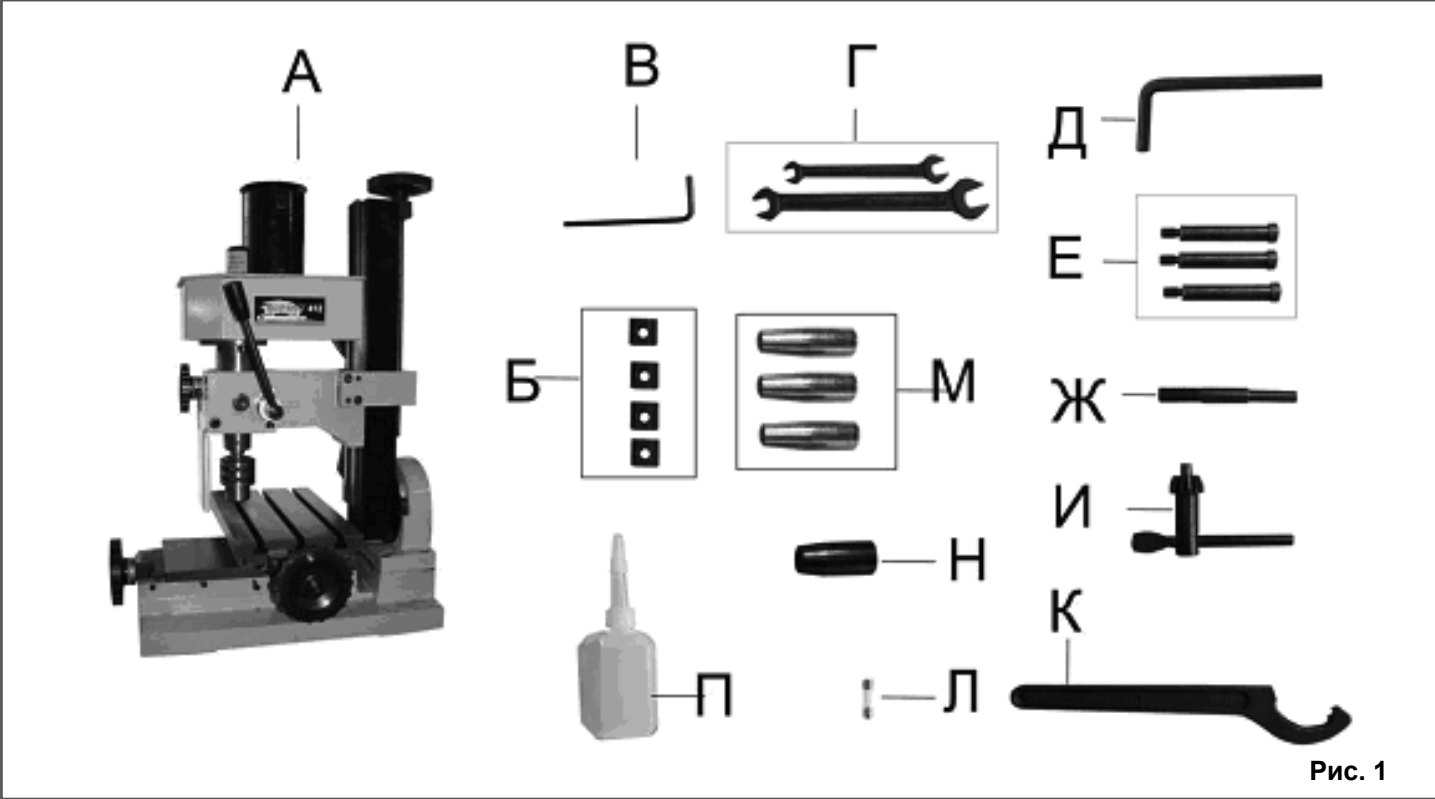

Рис. 1
3. КОМПЛЕКТНОСТЬ МАШИНЫ (Рис. 1)